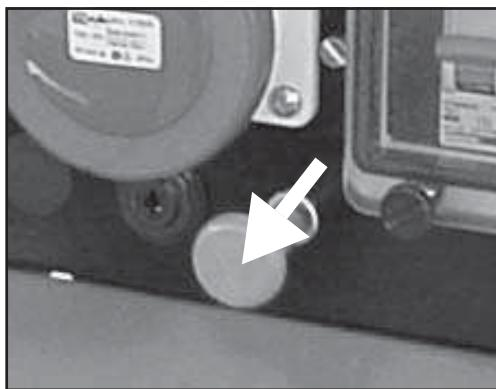

Fig. 8
- 3) Versión motor Ruggerini: Tirar del pomo situado en el tablero de control (ver fig.8); esperar a que el motor se apague del todo; devolver la llave a la posición "OFF".